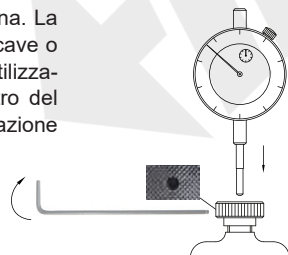

Fig.1
2. Selezionare la punta in base alla forma del pezzo da lavorare. La punta sferica viene utilizzata per misurare la superficie piana. La punta appuntita viene utilizzata per misurare superfici concave o complesse. Inserire l'indicatore nel foro del piano di base, utilizzare una chiave per inserirlo nel foro di bloccaggio al centro del controdado per bloccarlo e garantire che la testa di misurazione sia installata in modo saldo e affidabile (Fig. 1).